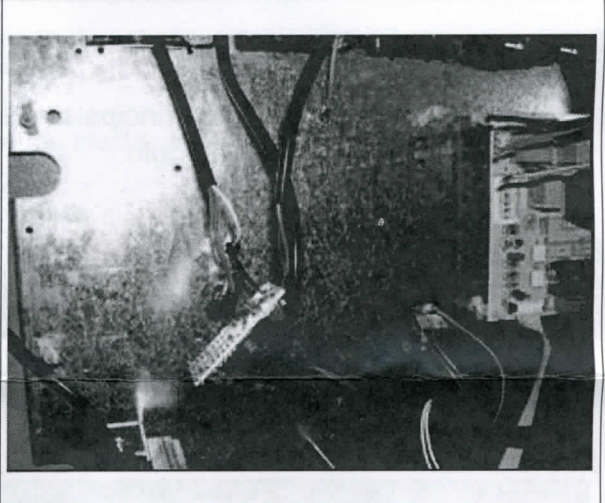

Fig. 6 – Pic. 6
5. La **Fig. 6** fornisce un'immagine di come si presenta il generatore una volta rimossa la scheda